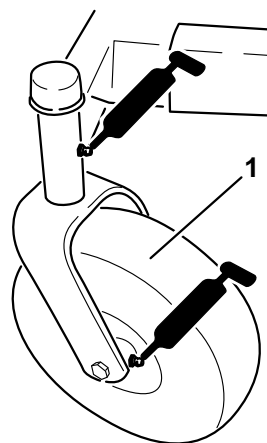
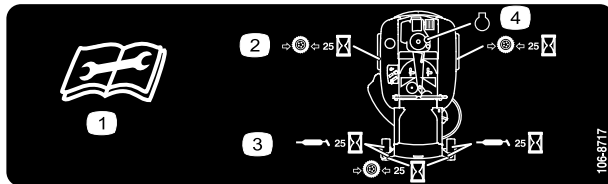

Figure 20
Figure 21
Graissez le pivot des roues pivotantes et les roues (Figure 20).
3. Nettoyez les graisseurs (Figure 20 et Figure 21) à l'aide d'un chiffon. Grattez la peinture qui pourrait se trouver sur les graisseurs.
4. Raccordez une pompe à graisse à chaque graisseur (Figure 20 et Figure 21). Injectez de la graisse dans les graisseurs jusqu'à ce qu'elle commence à sortir des roulements.